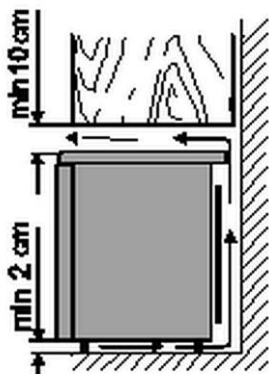
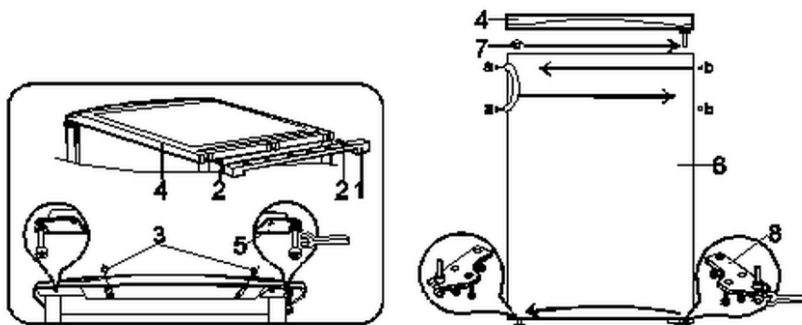

Fig. 2: Set fra siden
Fig.5
- Hold en afstand på mindst 10 cm mellem apparatets overside og genstande placeret over det (f.eks. et skab) (fig. 2)
1. Fjern beslaget (1, fig. 5), og fjern skruerne (2).
2. Fjern begge skruer (3), der fastgør apparatets topplade.
3. Fjern toppladen (4).
4. Fjern holdestiften (5) sammen med holdestiften med underlagsskiverne på plads.
5. Fjern holdestiften med underlagsskiverne fra beslaget (5), og skru det tilbage i et andet hul i beslaget (5).
6. Fjern døren (6) fra apparatet.
7. Fjern lukkeproppen (7) fra døren og skub den ind i hullet på den modsatte side.
8. Fjern det nederste beslag (8) sammen med holdestiften med underlagsskiverne. Skru holdestiften af mod uret. Drej beslaget (8) 180° og skru holdestiften i igen. Fastgør beslaget på den modsatte side.
9. Anbring døren til køleskabet på beslagets støtteben (8). Skru beslaget (5) sammen med holdestiften med underlagsskiverne på plads.
10. Sæt på toppladen (4).
11. Spænd skruerne (2) og (3) godt fast.
12. Tag de to afstandsstykker (1) og indsæt dem i styrene (2) øverst på bagvæggen (fig. 2).